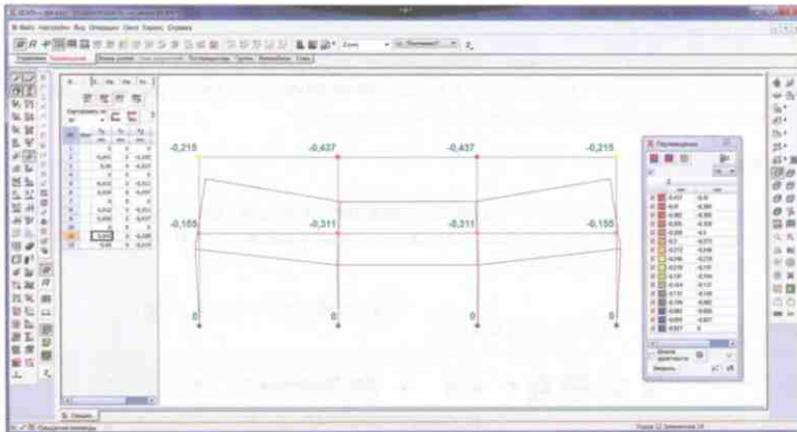

Рис. 4.6-1. Окно графического постпроцессора
Установив курсор в позицию **Графический анализ** раздела **Результаты** дерева проекта и нажмем левую кнопку мыши. При этом активируется окно графического постпроцессора (рис. 4.6-1), инструментальная панель которого содержит закладки панелей отображения результатов расчета (перемещения, усилия и напряжения), а также результатов работы расчетных и конструирующих постпроцессоров — закладки **Постпроцессоры** (анализ нагрузок от фрагмента схемы, главных и эквивалентных напряжений и т. п.), **Сталь** (экспертиза элементов стальных конструкций), **Железобетон** (экспертиза элементов железобетонных конструкций).
- нажать кнопку вызова операции отображения результатов расчета (например, **Совместное отображение исходной и деформированной схемы** — рис. 4.6-1).
При этом допускается совместное отображение деформированной схемы и одного из видов цветовой индикации, например, на рис. 4.6-1 показана индикация в виде цветowych маркеров в узлах исходной схемы и деформированное состояние конструкции.